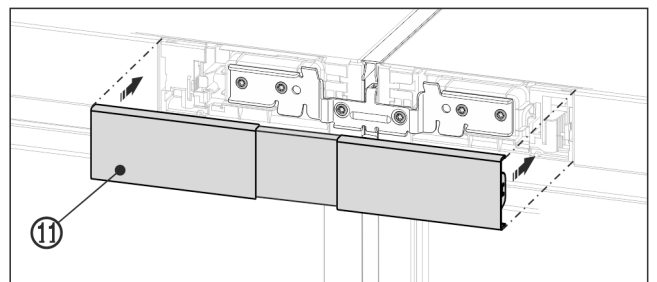

Fig. 23 Példaként szolgáló ábrázolás
- ▶ Pattintsa a felső fedelet Fig. 23 (11) a két kezelőrés-nyílás még nyitott hézagába. Ügyeljen arra, hogy a fedél külső oldalai pontosan lezárják a kezelőrés-nyílását.